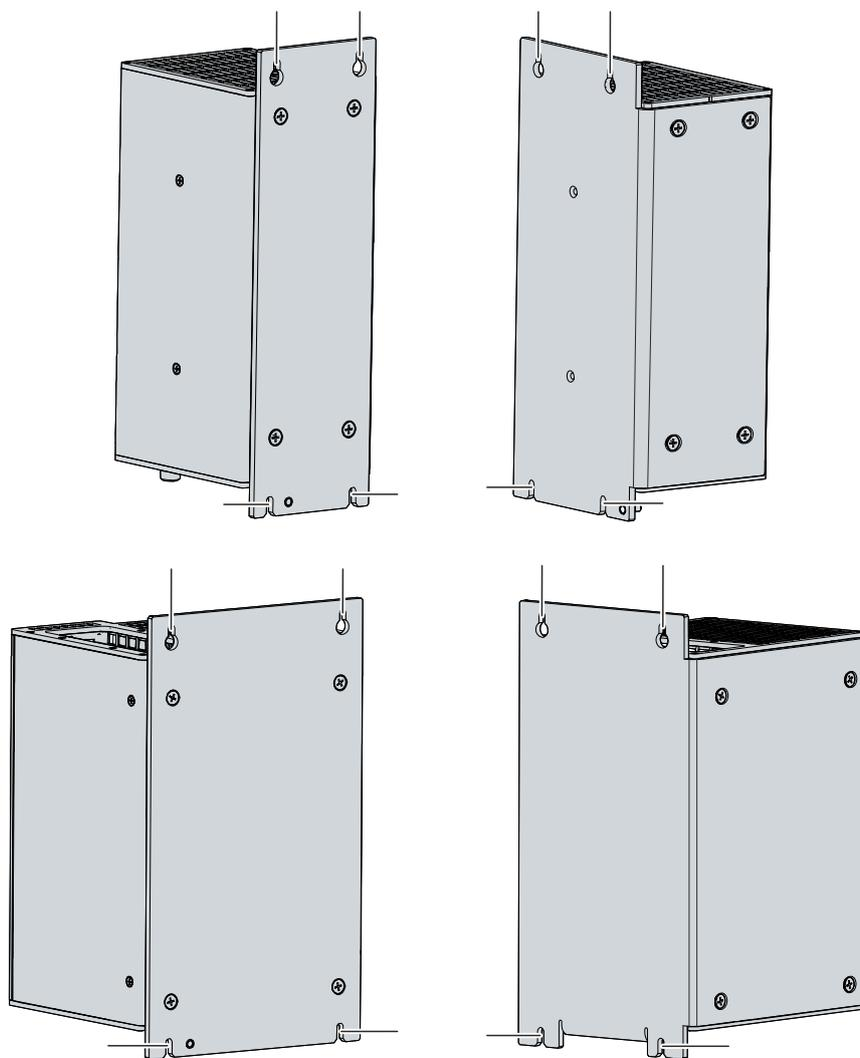

図 17: C6930制御盤への設置
2. 固定用ネジに、取付プレートのマークされた位置を引っ掛けてください（図17 参照）。